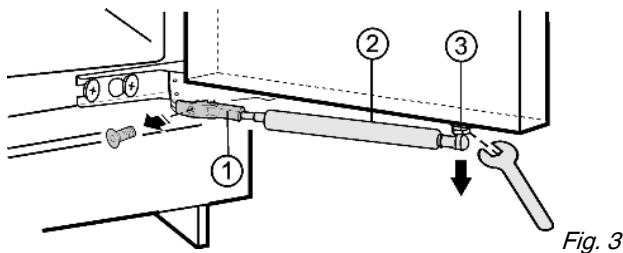

Fig. 3
- Halterung Fig. 3 (1) abschrauben.
- Kugelzapfen Fig. 3 (3) zusammen mit dem Schließdämpfer Fig. 3 (2) von der Tür abschrauben und beiseite legen.